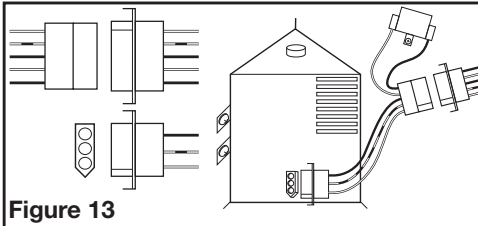

Figure 13
- 3c. **AKLS6H MODELS:** Connect the wire harness by plugging the 3 pin quick connect end into the receptacle located on the side of the wire compartment cover. Confirm that the 5 pin quick connect end is plugged into the receptacle from the blower assembly. These cords will only fit one way into the receptacles (**Figure 13**).
- 3c. **MODÈLES AKLS6H :** Connectez le faisceau électrique en branchant l'extrémité de 3 broches de connexion rapide dans la prise située sur le côté du couvercle du compartiment de fil. Assurez-vous que l'extrémité de 5 broches de connexion rapide est branchée dans la prise du ventilateur. Ces fils ne peuvent être insérés que dans un seul sens dans les prises (**Figure 13**).